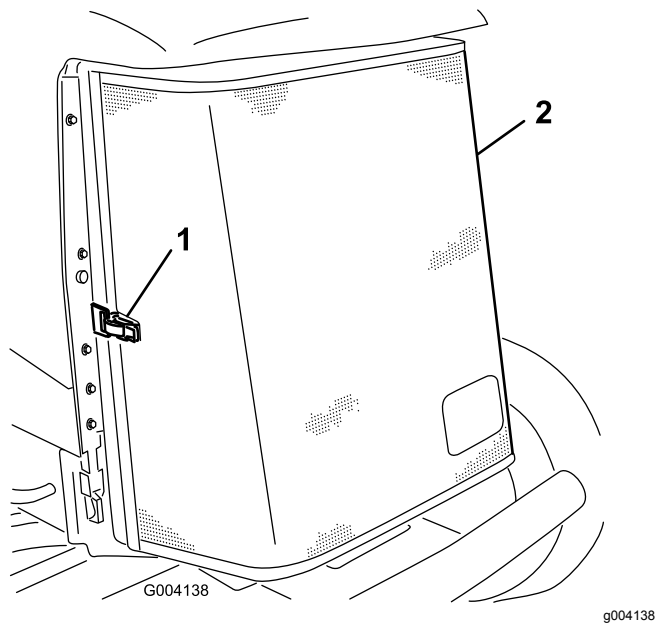

Bild 69
3. Entriegeln Sie den Riegel und drehen Sie das hintere Gitter auf (**Bild 69**).